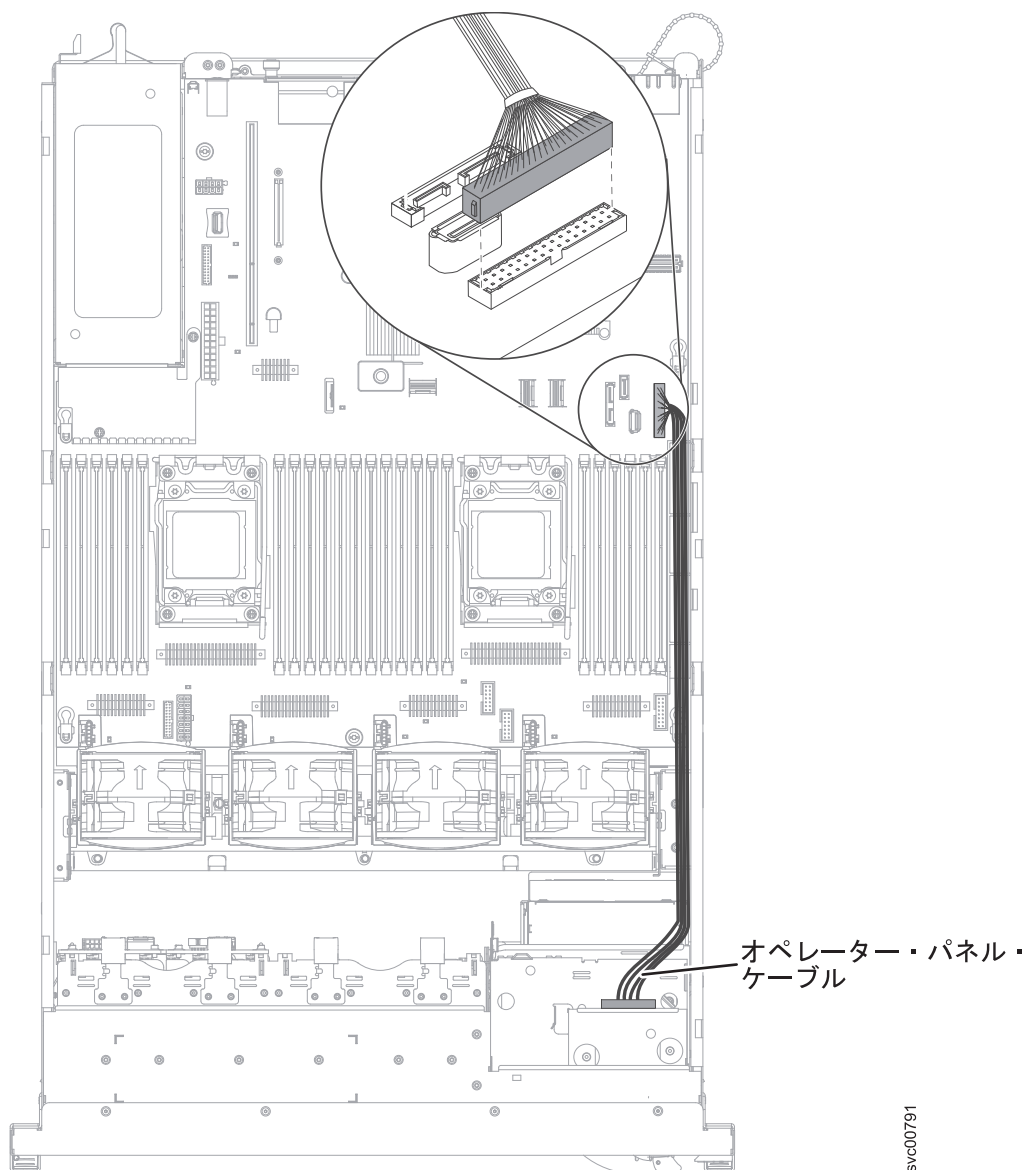

図 172. 2145-DH8 オペレーター情報パネル・ケーブルの接続
2. 217 ページの図 172 に示すように、新しいケーブルをオペレーター情報パネルからノードの右側のコネクタに通します。
3. 図 172 に示すように、ノードの右側のコネクタにケーブルを接続します。